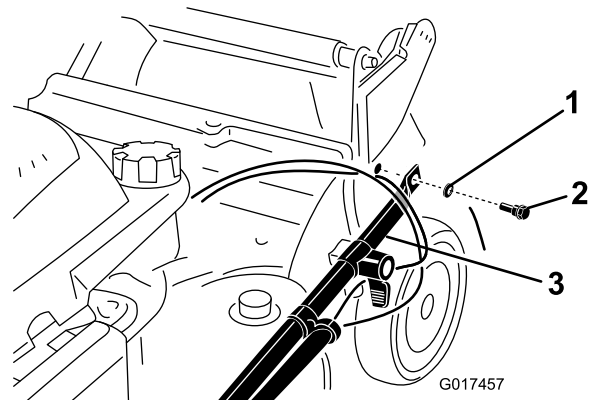

Figure 5
2. Fixez les extrémités du guidon au carter de la machine avec 2 rondelles et 2 boulons (Figure 5), mais ne serrez pas les boulons.
Important: Acheminez les câbles à l'extérieur du guidon (Figure 5).